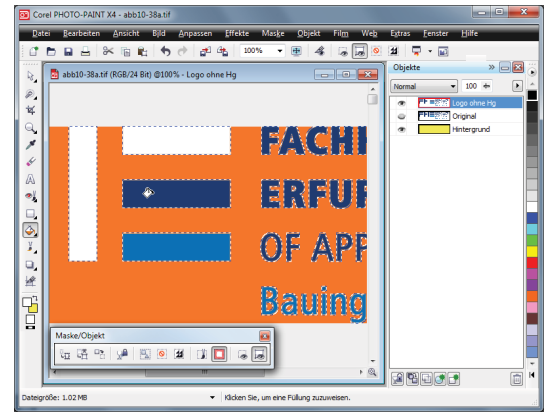

Abb. 10-48: Auswahl mit der Farbe WEISS füllen
- Logo kopieren: SL MASKE/OBJEKT | ERSTELLT EIN OBJEKT DURCH KOPIEREN DER AKTUELLEN AUSWAHL ►► Eine neue Ebene *Objekt 2* mit dem freigestellten Logo entsteht, die Maske ist gelöscht ► Ebene *Objekt 2* umbenennen in *Logo ohne Hg*, Ebene *Original* ausschalten (Abb. 10-48).
- Maske aus Objekt erstellen: SL MASKE/OBJEKT | ERSTELLT MASKE AUS AUSGEWÄHLTEN OBJEKTEN ► ÜBERLAGERUNGSMASKE einschalten ►► Die Maske erscheint auf dem gelben Hintergrund *ORANGE* (Abb. 10-48).